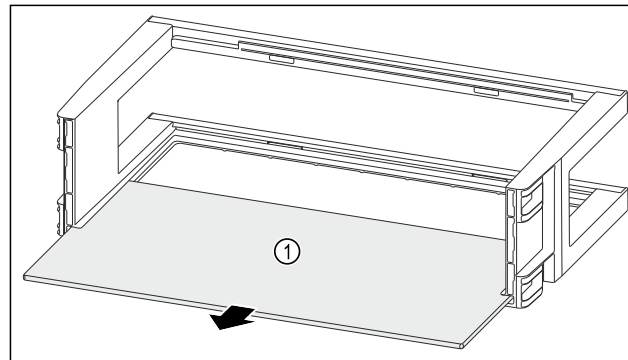

Fig. 117
- ▶ Abstellfläche Fig. 117 (1) entnehmen.